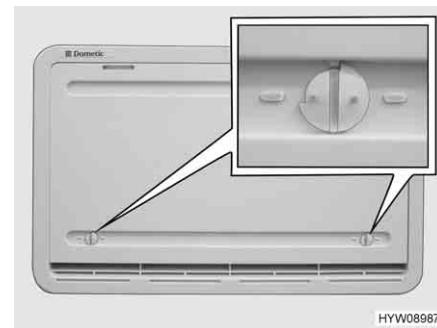

Fig. 147 Copertura invernale (griglia di aerazione del frigorifero)
Le coperture invernali (Fig. 147) proteggono il gruppo frigorifero dall'aria fredda. Posizionare le coperture invernali davanti a entrambe le griglie di aerazione del frigorifero quando la temperatura esterna scende al di sotto di +10 °C (sia per funzionamento elettrico che a gas).
- Aprire entrambi i blocchi (Fig. 147), la scanalatura risulterà orizzontale.